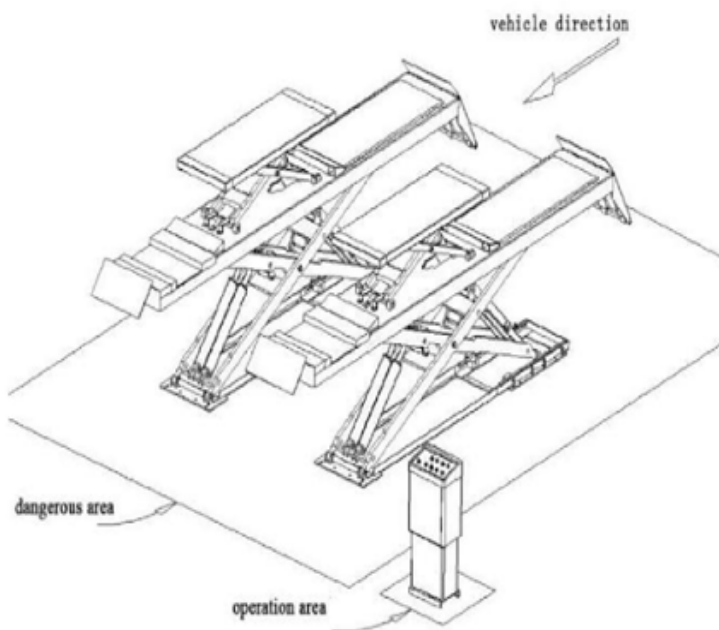

Figura 6
- Não entre na zona de perigo enquanto o veículo estiver sendo levantado (Figura 6).